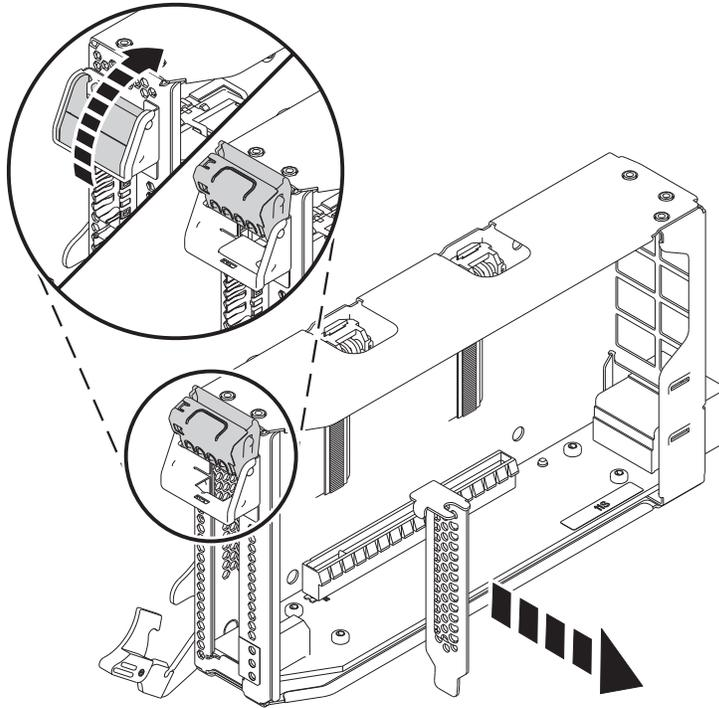

Figura 17. Remover o preenchimento do adaptador PCIe da cassetagem do adaptador
- c. Para desbloquear o contraponto do preenchimento, rode o trinco que está localizado na extremidade do contraponto da cassetete como é mostrado na Figura 17 na página 18.
- d. Remova o contraponto do preenchimento da cassetete, como é mostrado na Figura 17 na página 18.